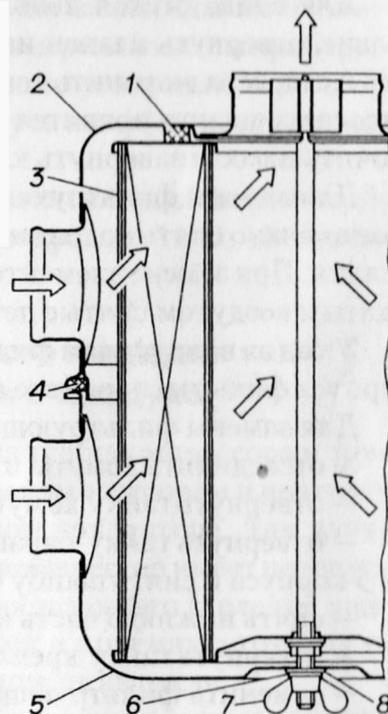

Рис. 11.16. Воздушный фильтр:
Воздушный фильтр (рис. 11.16) — цилиндрический, сухого типа, со сменным фильтрующим элементом 3 из пористого картона. Обозначение фильтрующего элемента — 3105-1109013, 3110-1109013 или 3110-1109013-01.
- отвернуть гайку-барашек 7 (см. рис. 11.16) крепления нижней части 5 корпуса и снять шайбу 6 и прокладку 8;